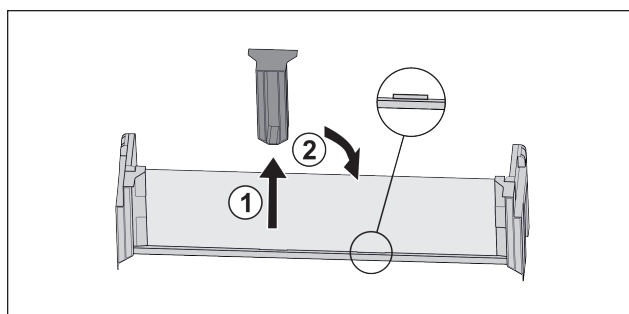

Fig. 26
- ▶ Stáhněte prostřední přídržný díl Fig. 26 (1).
- ▶ Vložte prostřední přídržný díl do druhé polohy Fig. 26 (2).